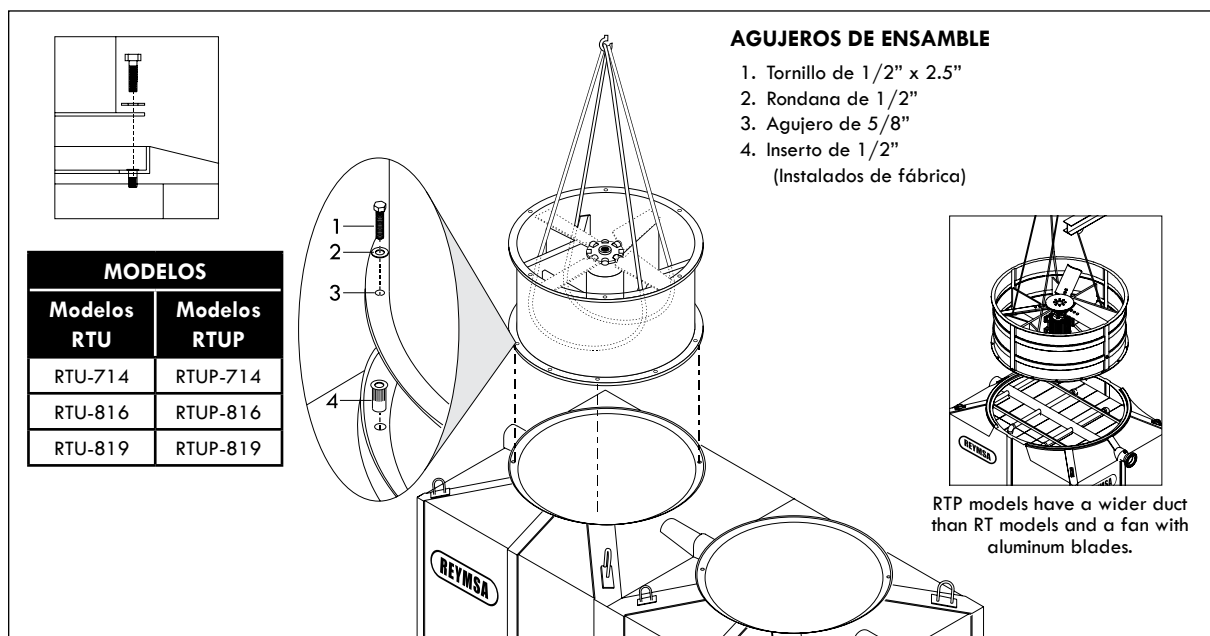

Figura A-40: Instalación del ducto en una torre de dos ventiladores (RTU)
- K. Luego sujete el soporte del ventilador con doble banda a manera de cuna (como se muestra en la Figura A-40) para que lo pueda levantar con una grúa y ensamblarlo.